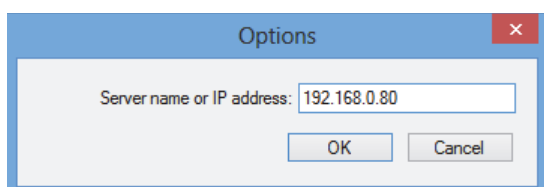

figure 59.3: Fenêtre Options
- 1 Allez à *File > Options*. Un écran semblable à celui illustré à la figure 59.3 s'affiche.